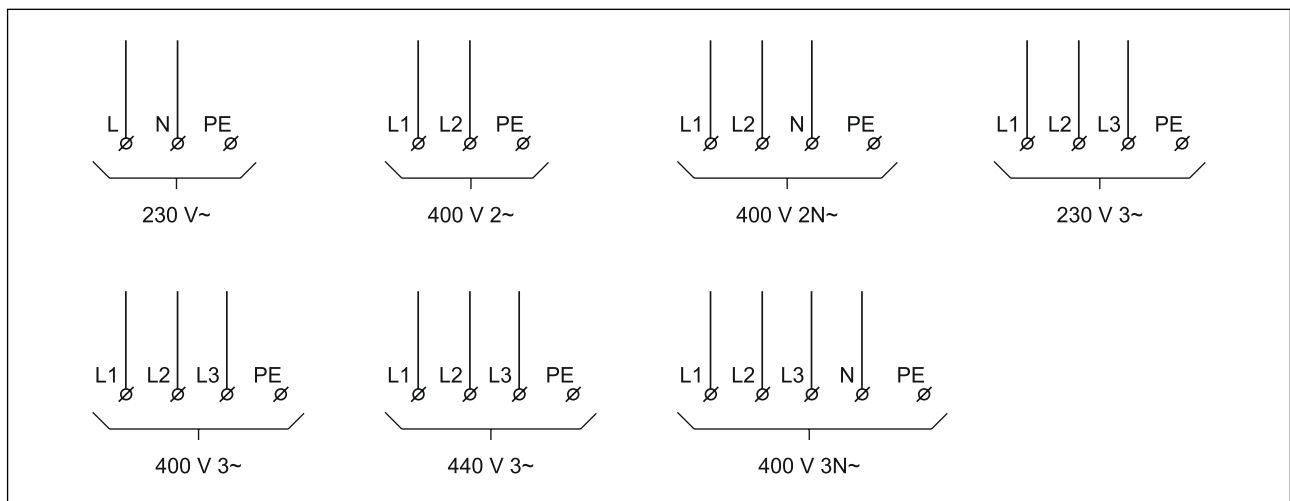

Abb. 13
Abbildung 13 zeigt den Anschluss der Stromversorgung an den Heizer. Der Heizer wird gemäß den Nenndaten auf dem Typenschild angeschlossen. Der Schutzleiter (PE) muss immer angeschlossen werden. Die Ausführung der Stromversorgung muss den geltenden Vorschriften entsprechen.